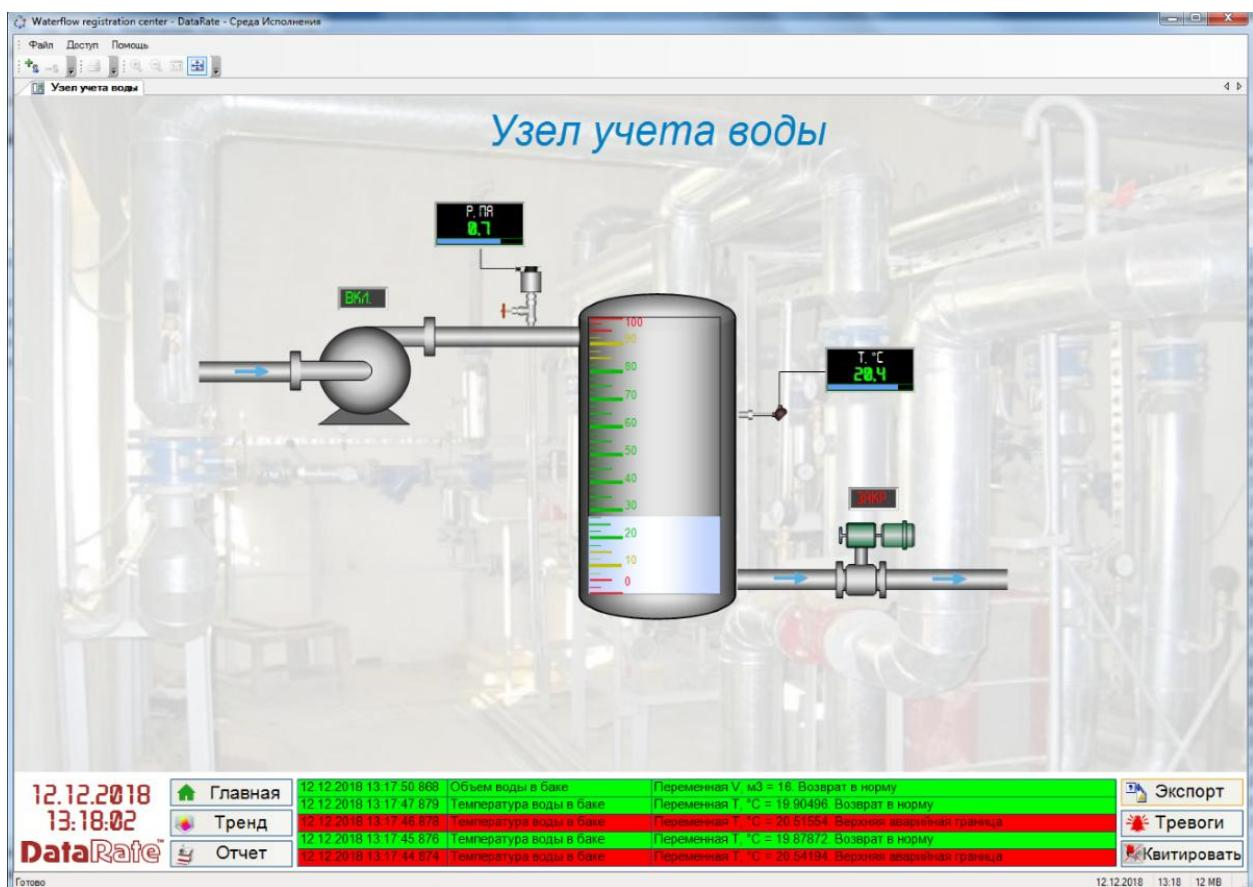

Рисунок 2.53 – Рабочий стол **Узел учета воды** в режиме выполнения
- 3 Рабочий стол откроется в режиме исполнения (рисунок 2.53).